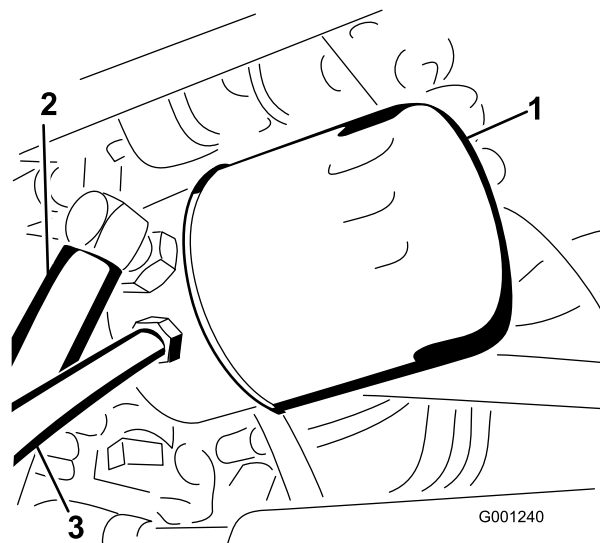

Figura 70
4. Limpe a zona em redor do filtro de óleo hidráulico e retire o filtro (Figura 70).